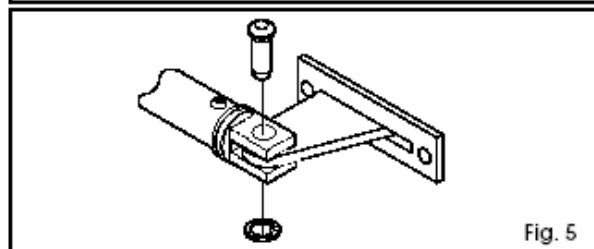

Fig. 5
- 7) Monteer de voorste bevestiging op de steel, zoals op fig. 5.